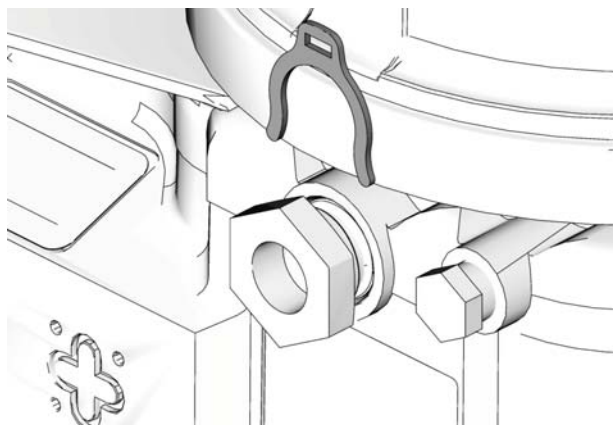

FIG. 15
El control del volumen de la bomba se configura utilizando cero (0) espaciadores, 1 o 2 espaciadores (FIG. 15).